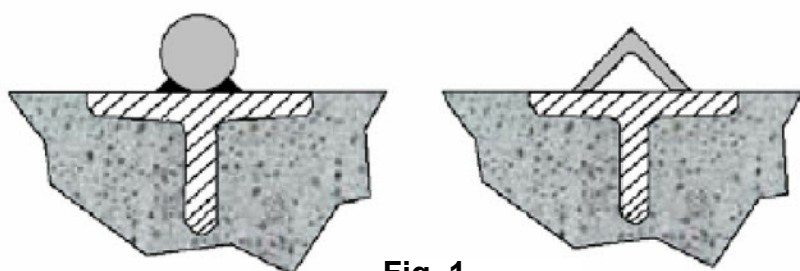
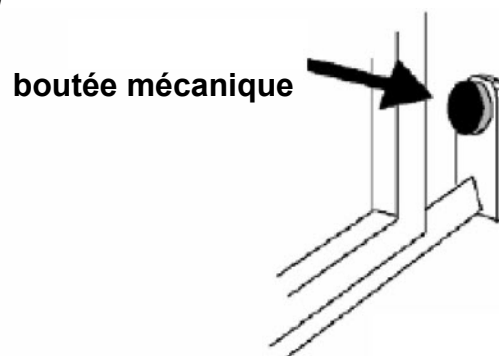
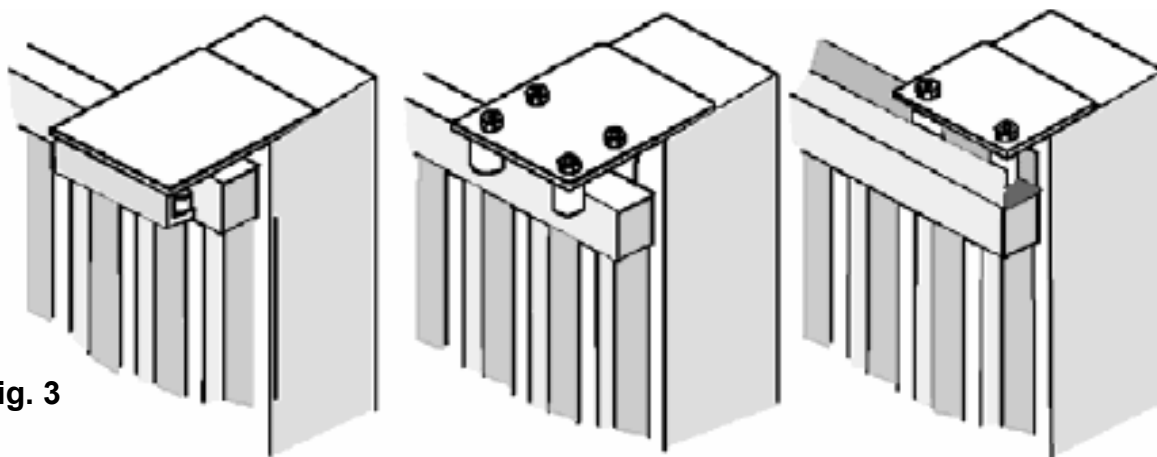

Fig. 1
Fig. 2
Fig. 3
- Avant de procéder à l'assemblage de l'automatisme, vérifier que le portail soit parfaitement en fonction. Vérifier aussi que le guide de Écoulement au sol (**Fig.1**) ne présente pas de malformations et que sois parfaitement au niveau et sois présent la butée mécanique d'arrêt en ouverture (**Fig.2**) afin d'éviter que le portail sorte dehors des guides supérieurs. (**Fig.3**)
- Vérifier le guide d'écoulement supérieur (**Fig.3**) que sois bien solide et le portail coule librement.
Positionner la plaque en dotation (**Fig.1**) à une distance de **35 mm/MAX** du bord du portail et parfaitement au niveau avec l'angle de 90°.
Procéder à la fixation du moteur sur l'embase par les 4 vis fournies. Régler le moteur dans le sens horizontal en le faisant glisser dans les fentes des pattes d'ancrage (**Fig.2**). Régler le moteur de façon à être horizontal en profondeur et en largeur (**Fig.2**).
Fixer la crémaillère sur le portail de manière solide en fournissant une distance de 2 à 3 mm du pignon du moteur (**Fig.3**).